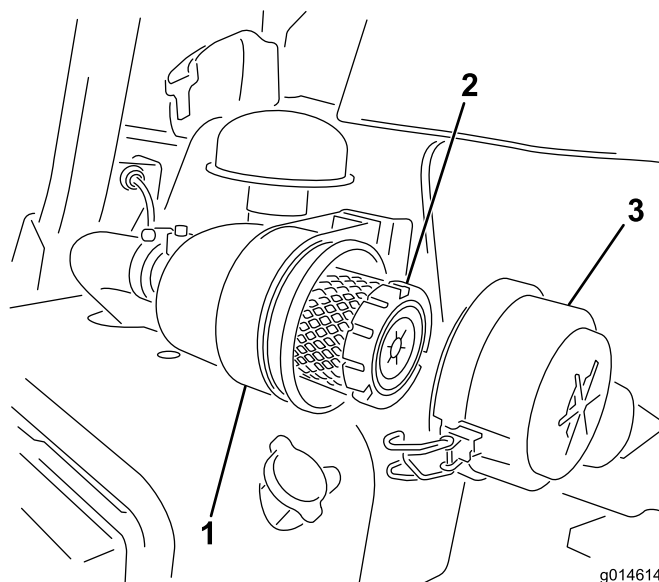

Figura 46
1. Liberte os trincos que fixam a cobertura do filtro de ar ao respectivo corpo (Figura 46).
6. Prenda os trincos (Figura 46).